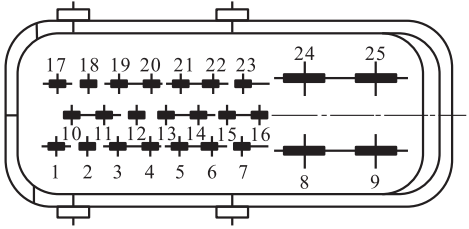

图 6-12 ABS ECU 插接器端子排列
(1) 电阻检测 关闭点火开关，断开 ABS ECU 插头（图 6-12），用万用表电阻档测量以下